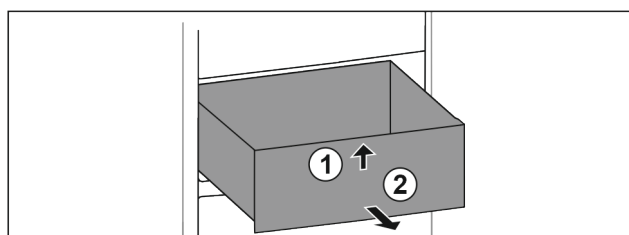

Fig. 59
- ▶ Unieść szufladę z przodu. Fig. 59 (1)
- ▶ Wyjąć szufladę do przodu. Fig. 59 (2)